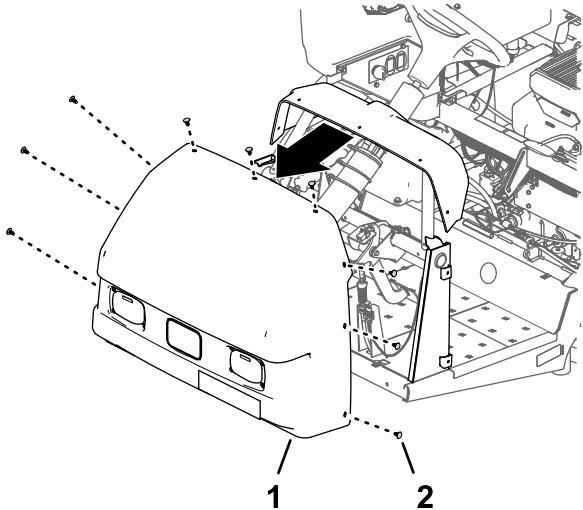

Рисунок 13
2. Удалите 9 вставных держателей, которые крепят капот к приборной панели и раме машины (Рисунок 13).
3. Снимите капот с машины (Рисунок 13).